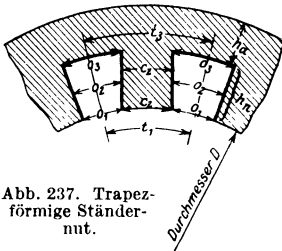

Abb. 237. Trapezförmige Ständer-nut.
B. Trapezförmige Nut. Anstatt die Nut rechteckig und den Zahn trapezförmig zu machen, kann man auch umgekehrt verfahren, wodurch erreicht wird, daß die Induktion auf der ganzen Zahnlänge konstant bleibt. Ist wieder  $F_n$  der bekannte Nutenquerschnitt in  $\text{mm}^2$ ,  $h_n$  die Nutentiefe  $o_1, o_2, o_3$ , die Nutenbreite unten, in der Mitte und oben, ausgedrückt in mm, so ist aus Abb. 237 ohne weiteres zu entnehmen, daß  $F_n = \frac{o_3 + o_1}{2} h_n$
Die untere Nutenbreite ist aus Abb. 237  $o_1 = t_1 - c_2$ .